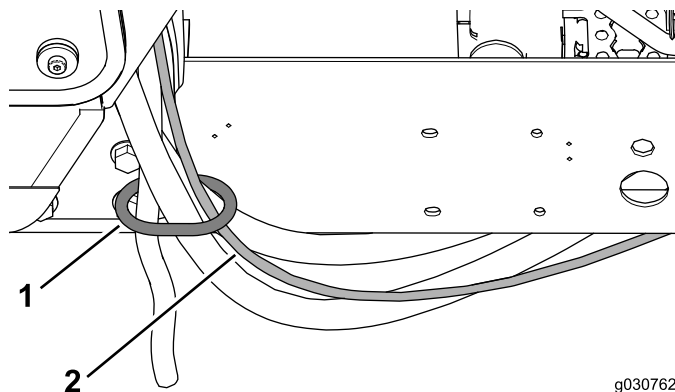

Figura 41
1. Disponete il flessibile di lavaggio attraverso l'anello del flessibile sul supporto posteriore della cabina (Figura 41).